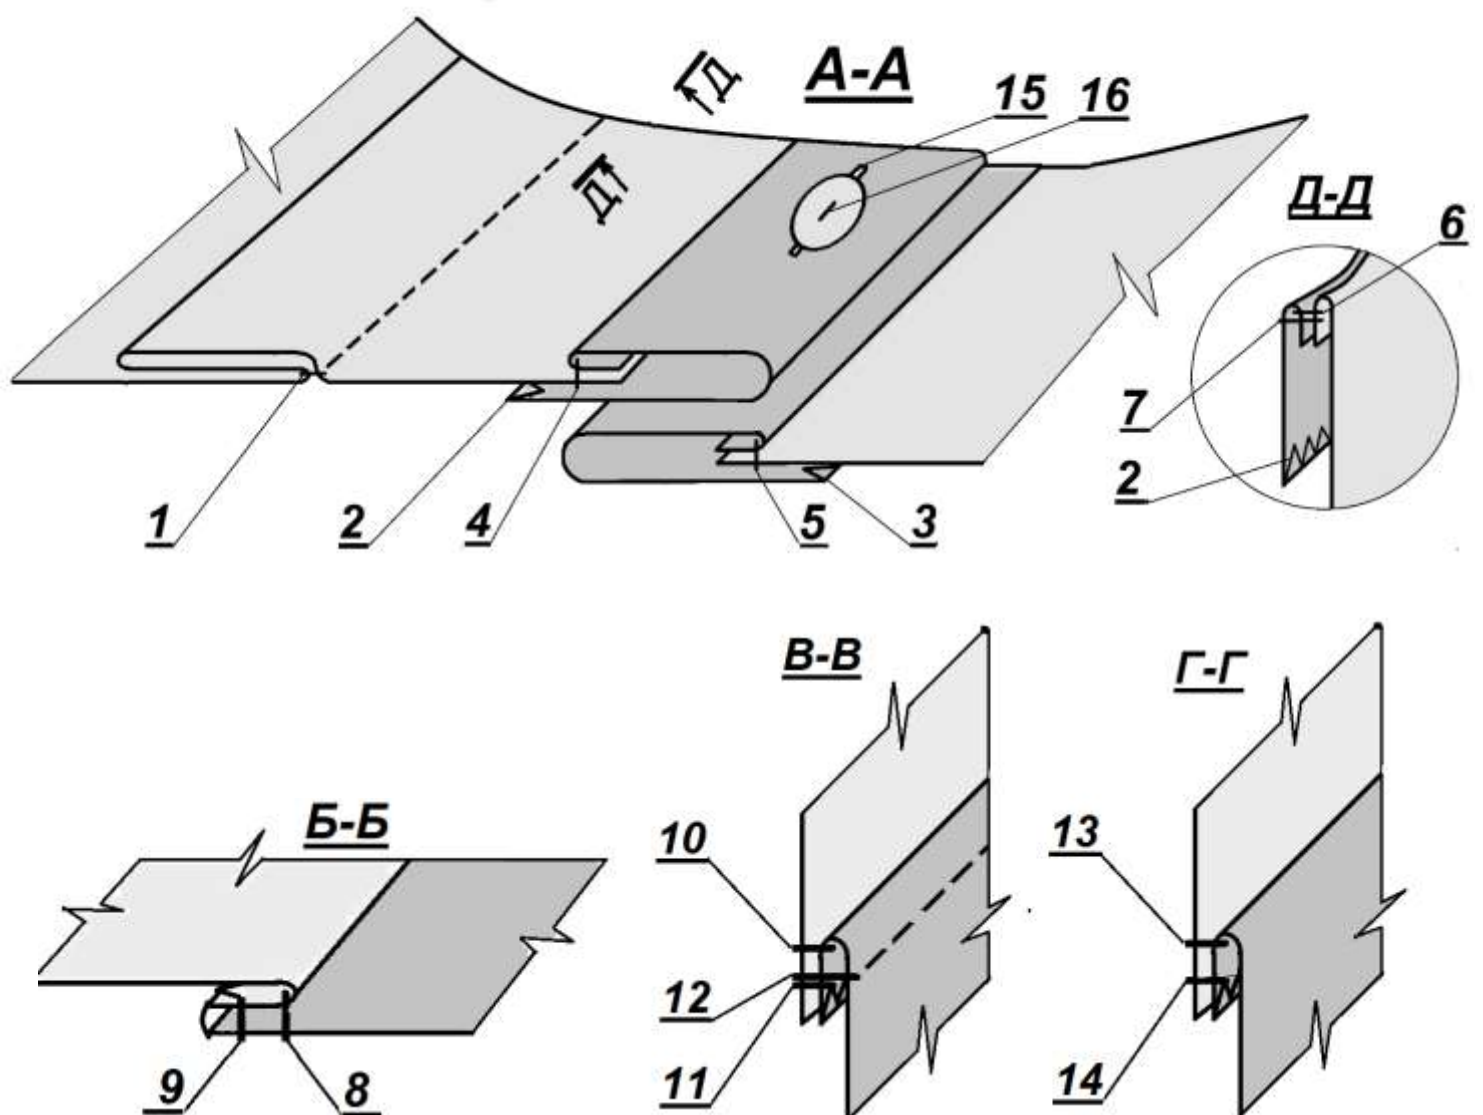

Рисунок 2 – Схемы обработки швов и узлов верхней части переда
2) При пошиве можете воспользоваться рекомендованной технологической последовательностью изготовления, приведенной ниже (стр. 7), а также схемами обработки (стр. 8, рис. 2), или применить свой метод изготовления, не ухудшающий качество и полностью соответствующий заданному внешнему виду фрагмента модели женского платья.
3. Застрочить складки на кокетках, складывая по надсечкам и намеченной линии (рис. 2, стр. 1)
5. Обметать внутренние срезы планок-подбортов (рис. 2, стр. 2 и 3).
7. Притачать планку-подборт к кокеткам, ш. шва 1,0 см (рис. 2, стр. 4 и 5).
9. Перегнуть планку-подборт по сгибу на изнаночную сторону и обтачать горловину (рис. 2, стр. 6).
10. Настрочить подборт на шов обтачивания горловины, не доходя до угла планки 1,5-2,0 см, ш. шва 0,1 см (рис. 2, стр. 7).
13. Стачать рельефные срезы верхней части переда, ш. шва 1,0-1,5 см (рис. 2, стр. 8).
14. Обметать рельефные швы верхней части переда (рис. 2, стр. 9).
16. Притачать вставку-пояс к нижним срезам верхних частей переда, ш. шва 1,0-1,5 см (рис. 2, стр. 10).
18. Заутюжить шов притачивания вставки-пояса на вставку (рис. 2, стр. 11).
19. Проложить отделочную строчку по вставке-поясу, вдоль шва притачивания на расстоянии 0,5 см (рис. 2, стр. 12).
20. Притачать кокетку к верхней части переда, ш. шва 1,0-1,5 см (рис. 2, стр. 13).
21. Обметать шов притачивания кокетки к верхней части переда (рис. 2, стр. 14).
22. Наметить расположение петель на планке, нарисовать петли карандашом (рис. 2, стр. 15).
23. Наметить местоположение пуговиц. Пришить пуговицы (рис. 2, стр. 16).